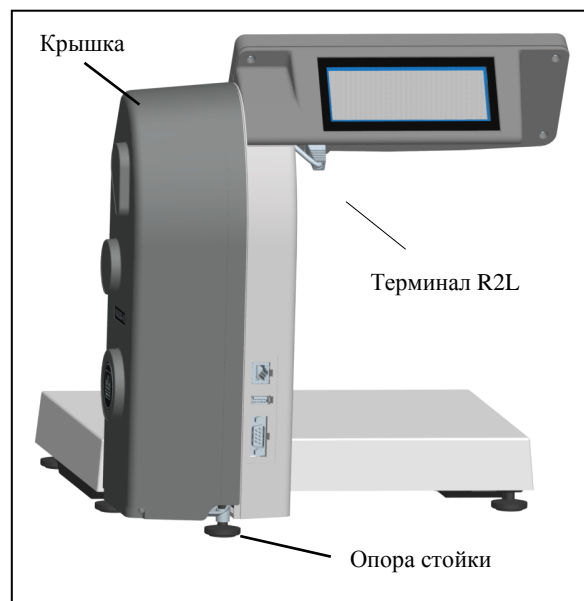

Рис. 3.3 - Весы МК_RL10-1, МК_R2L10-1 в сборе
3.6 Установить весы на твердой, ровной поверхности, неподверженной вибрациям (на столе). Ввернуть полностью опору стойки (см. Рис. 3.3).